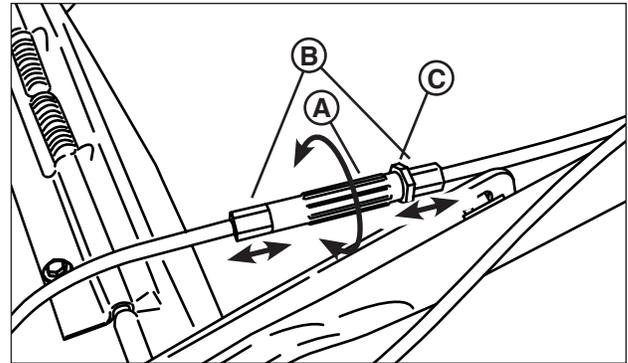

Figure 19: Réglage le câble d'entraînement
- Si la transmission ne s'embraye pas, augmenter la tension du câble d'entraînement en desserrant le contre-écrou (C, Figure 19) et en tournant le tendeur (A) vers la gauche d'un demi-tour pour dégager les viroles (B) du tendeur. Serrer le contre-écrou contre le tendeur. Vérifier et répéter le cas échéant.